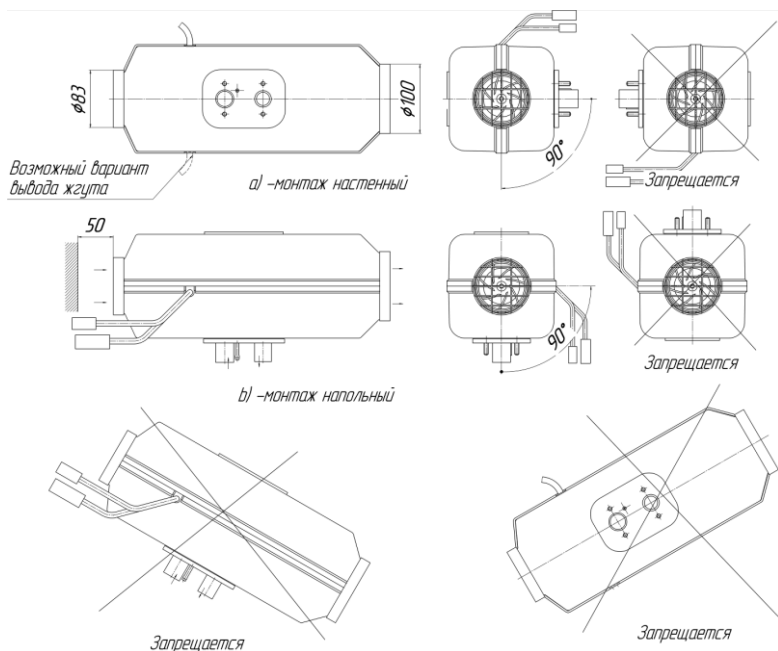

Рис. 7.1 – Варианты установки нагревателя
Монтаж нагревателя производить с учётом допустимых рабочих положений в соответствии с рис. 7.1 и 7.1а внутри помещения или кабины автомобиля. На рис.7.1 показаны два крайних монтажных положения нагревателя. Входное отверстие нагревателя должно располагаться таким образом, чтобы в обычных рабочих условиях не могли подсасываться выхлопные газы двигателя автомобиля и отопителя. Расстояние от стенок, перегородок до торца входного отверстия нагревателя должно быть не менее 50 мм (см. рис.7.1). Расстояние от стенок, перегородок до торца выходного отверстия нагревателя должно быть не менее 150 мм. При монтаже и эксплуатации нагревателя необходимо предусмотреть защиту от попадания посторонних предметов во входное и выходное отверстия. Монтаж нагревателя проводить с учетом доступности демонтажа нагревателя, что приведет в конечном итоге к быстрому техническому обслуживанию.
**ВНИМАНИЕ !! Надежная работа отопителя зависит от правильного монтажа нагревателя. Нагреватель должен устанавливаться горизонтально согласно Рис. 7.1.**